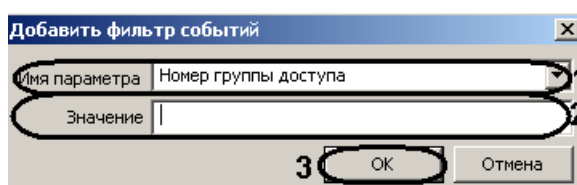

Рис. 3.6—23 Добавления фильтра событий
- 4.4.1 Из раскрывающегося списка выбрать необходимый параметр (см. Рис. 3.6—23, **1**).